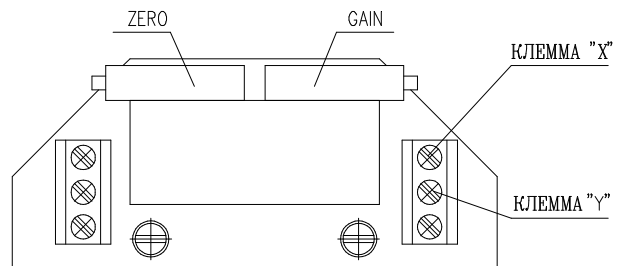

Рис. 7
EPV - 3-проводниковое включение (рис.7)
- Установте омический датчик на основании инструкций в предыдущей главе так, что омическую величину измеряйте на клеммах X-Y (рис.7). (употреблен датчик с омической величиной 2000Ω или 100Ω)
- Поворачиванием устанавливающего триммера ZERO (рис.7) установите величину выходного сигнала тока, измеряемого на клеммах 81-82, на величину 0 мА или 4 мА.
- Поворачиванием устанавливающего триммера GAIN (рис.7) установите величину выходного сигнала тока, измеряемого на клеммах 81-82, на величину 20 мА или 5 мА.
- Установте омический датчик на основании инструкций в предыдущей главе так, что омическую величину измеряйте на клеммах X-Y (рис.7).
- Поворачиванием устанавливающего триммера ZERO (рис.7) установите величину выходного сигнала тока, измеряемого на клеммах 81-82, на величину 4 мА.
- Поворачиванием устанавливающего триммера GAIN (рис.7) установите величину выходного сигнала тока, измеряемого на клеммах 81-82, на величину 20 мА.